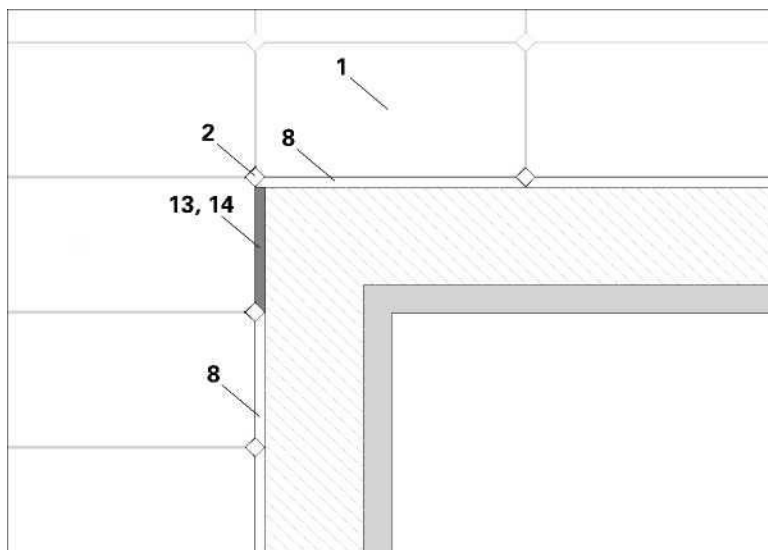
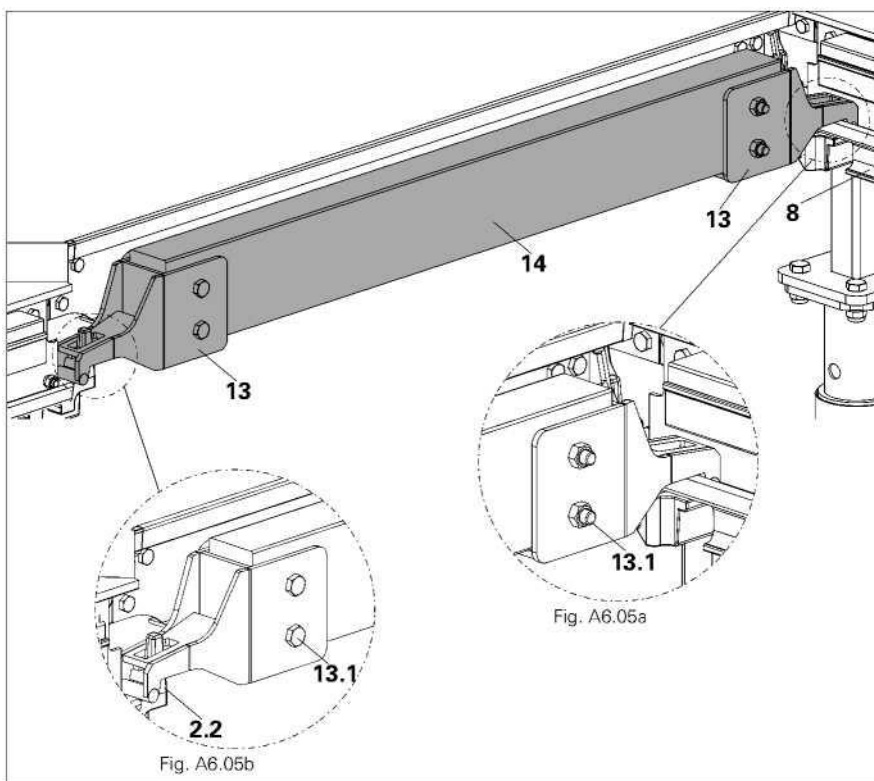

Fig. A6.04
Fig. A6.05
1. A pré-montagem do cabeçal da travessa (13) e da madeira (14) de tamanho 50 x 100 mm deverá ser feita no chão.
- Perfurar a madeira (14) e fixar na cabeça da viga transversal (13) com 2 nº de parafusos e porcas (M10 x 80) (13.1) (Artigo nº 710593 e 710234) em cada lado. (Fig. A6.04), (Fig. A6.05) and (Tab. A6.02)
2. Fixar sempre a bastidor ADF (8) paralelamente à direcção mais longa.